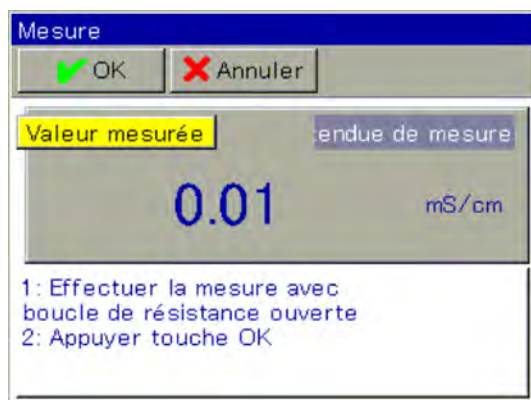

Fig. 77 : Mesure
7. ➤ L'appareil procède alors à une mesure avec la boucle conductrice ouverte de l'adaptateur d'étalonnage. Patientez jusqu'à l'affichage d'une valeur de mesure stable, puis confirmez en appuyant sur « OK ». (Voir Fig. 77 .)